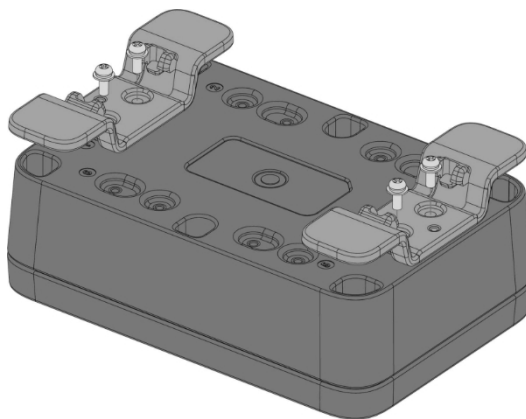
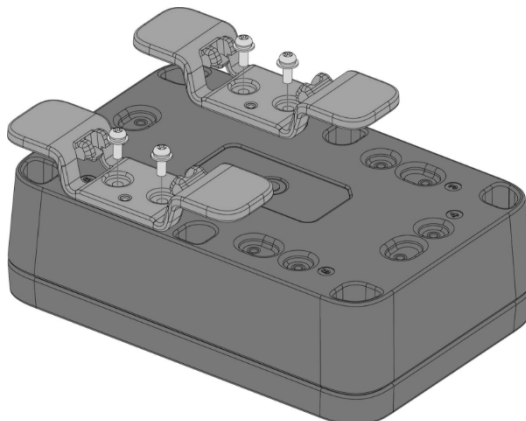

Abbildung 27: Befestigung der DIN-Halterung an den Positionen 1 und 4 des Gehäuses
Abbildung 28: Befestigung der DIN-Halterung an den Positionen 2 und 6 des Gehäuses
2. Befestigen Sie die mit dem Buchstaben F gekennzeichnete DIN-Halterung mit vier (4) M3*8-mm-Kopfschrauben mit Unterlegscheibe am WisBlock Unify-Gehäuse. Platzieren Sie sie an den festen Positionen Nr. 1 und 4 oder Nr. 2 und 6 des Gehäuses, wie in **Abbildung 27** und **Abbildung 28** dargestellt.